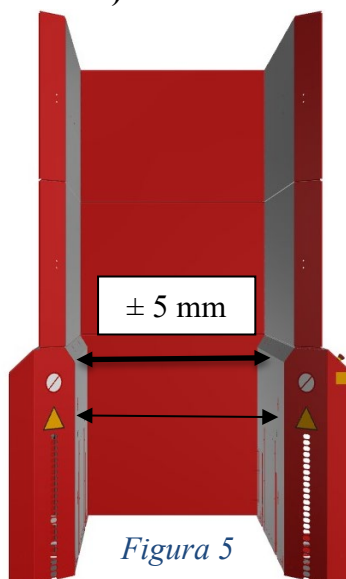

Figura 4
- C. Quindi rimuovere il pallet di trasporto e posizionare la macchina Palomat sul pavimento nella posizione desiderata. Figura 4.